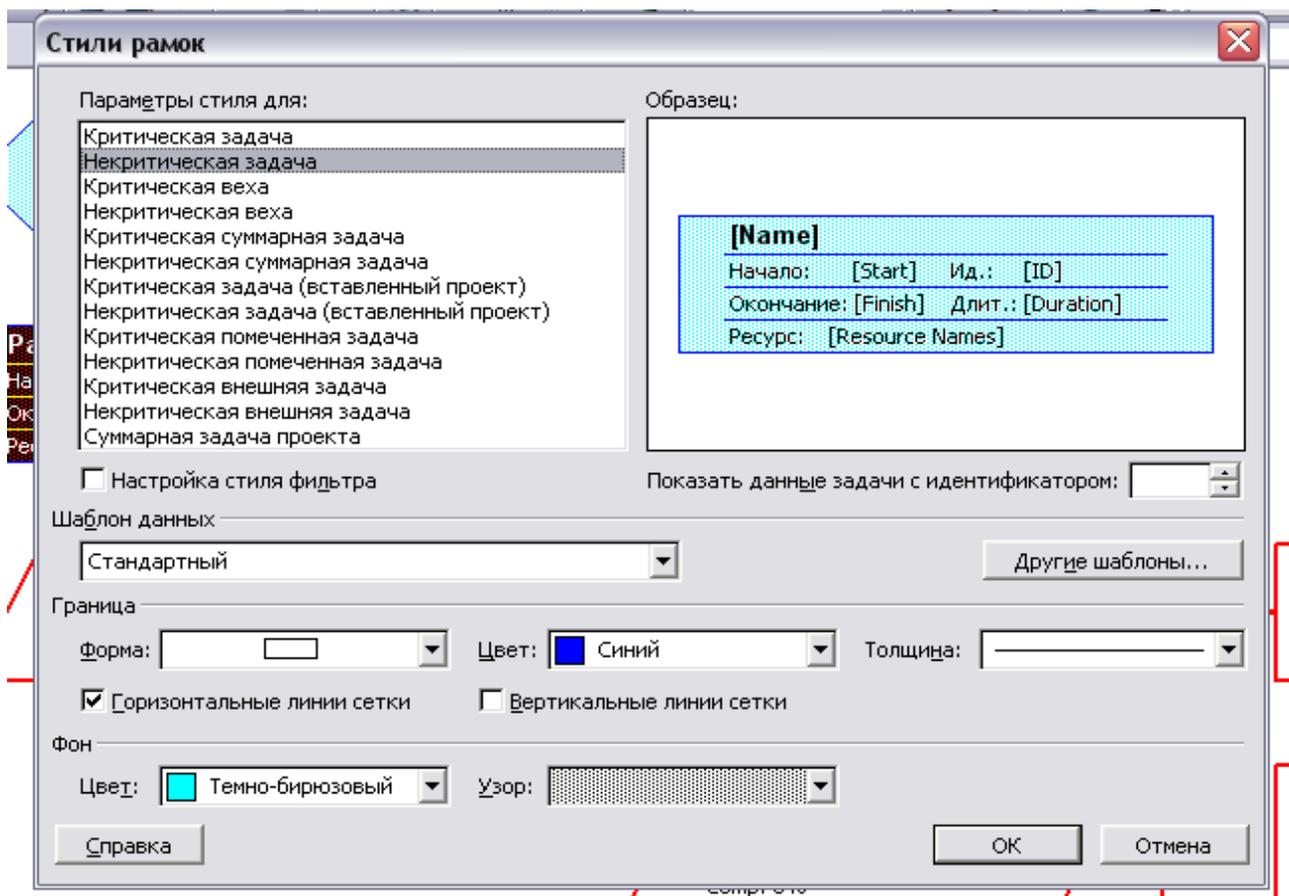

Рис.18. Диалог **Формат рамки**
- Выберите команду меню **Формат ♦ Рамка**. На экране появится диалог **Формат рамки**. (рис.18)